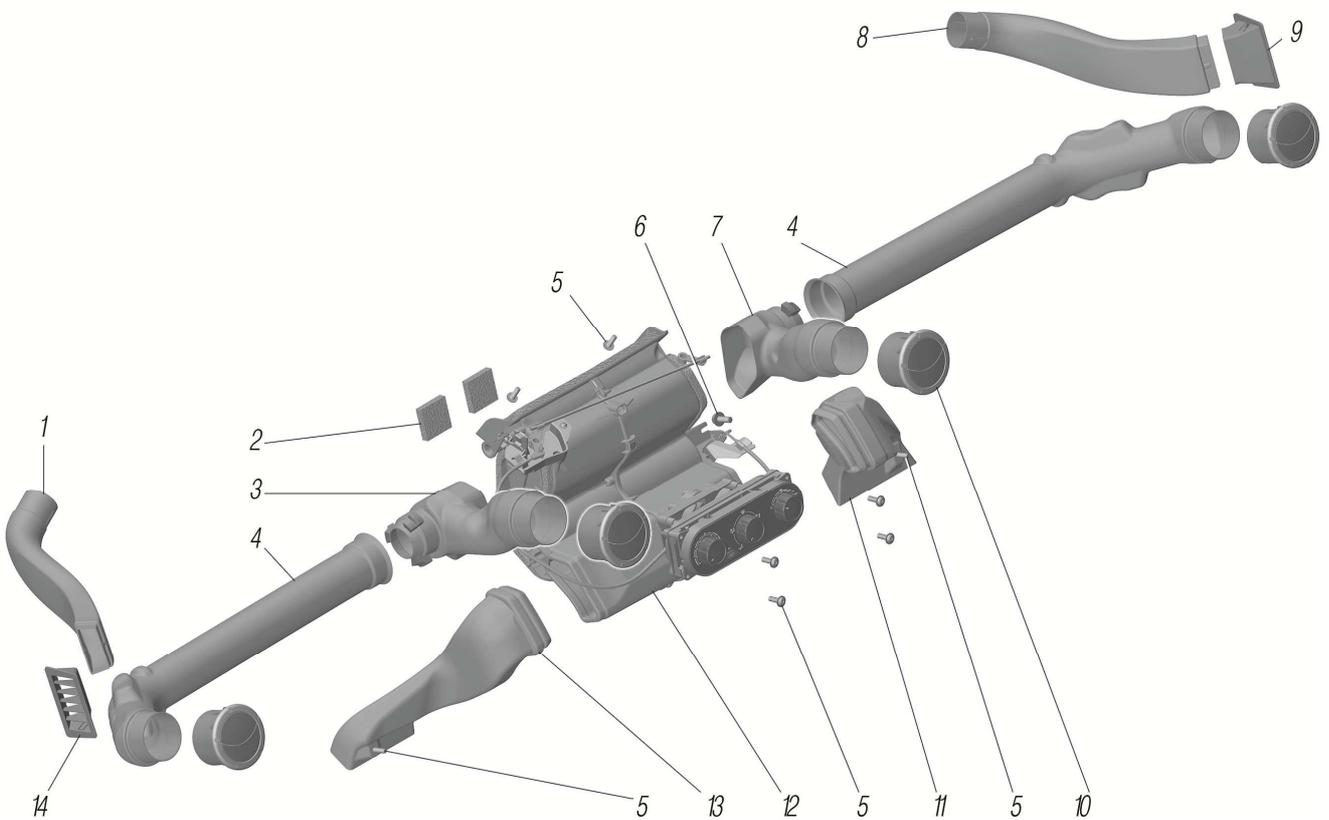

Рисунок 7.18
*² См. рисунок 7.18
See figure 7.18